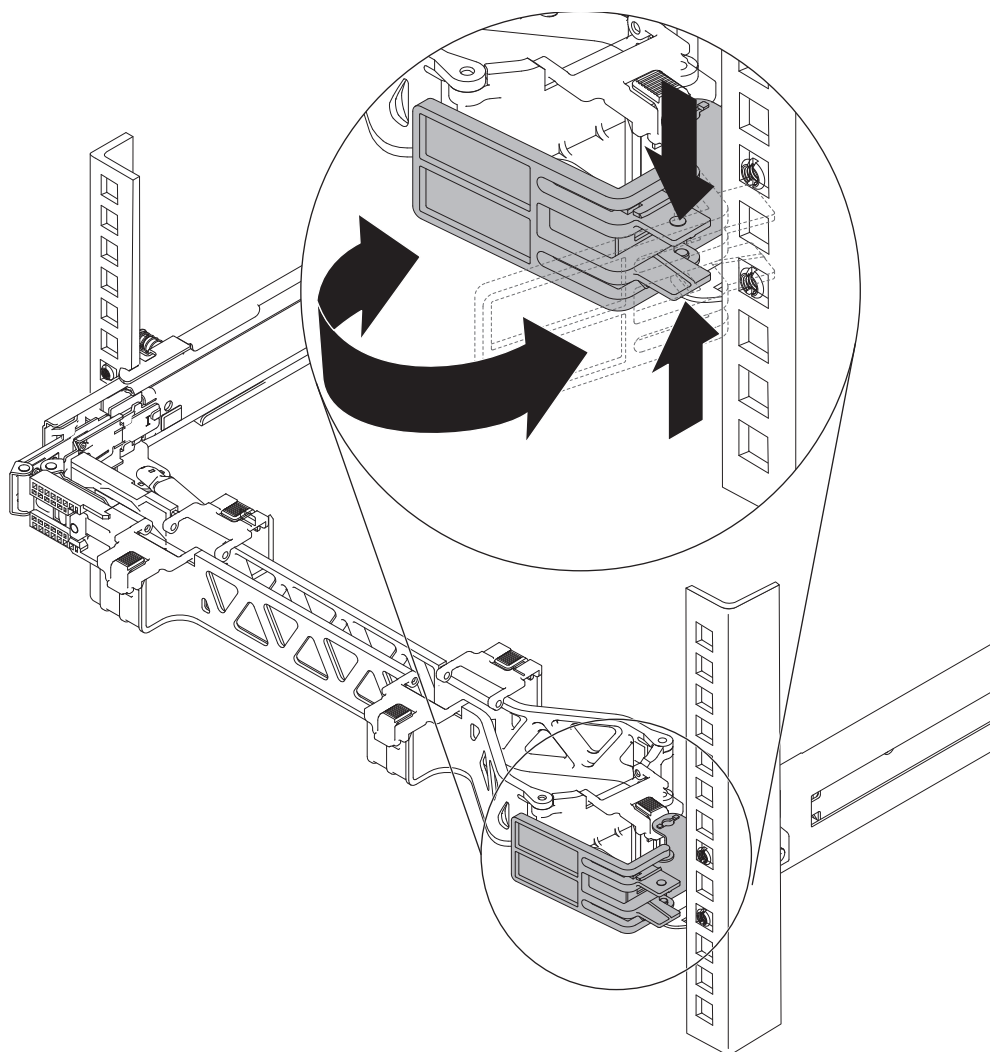

図 10. ケーブル・マネジメント・サポート停止金具を開く
5. 19 ページの図 10 に示すように、ケーブル・マネジメント・サポート停止金具を開きます。